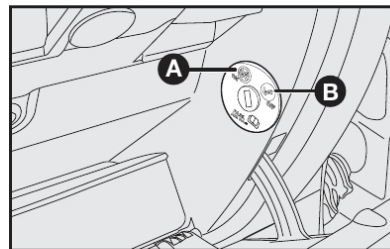

fig. 110
### Desativação do airbag frontal do lado do passageiro - fig. 110.
O interruptor tem duas posições **A** e **B**-fig. 110.
**A** - Airbag frontal lado do passageiro ativado: (posição **ON** A-fig. 110) com luz-espia no quadro de instrumentos apagada.
(posição **OFF B-fig. 110**) com luz-espia no quadro de instrumentos acesa.